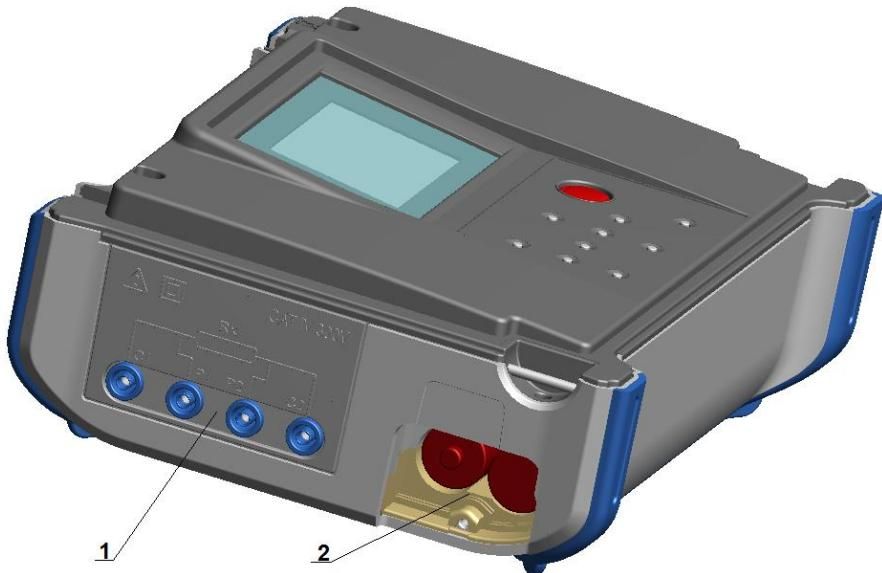

Рисунок 3.4: Измерительные входы / выходы и отсек для батарей
- Крышка отсека для батарей (Рисунок 3.4).